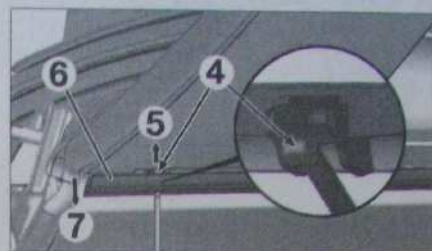

Fig. 118
- A l'aide d'un petit tournevis plat, dégrafer l'agrafe (4) vers le haut en suivant la flèche (5) (Fig.118).
- Dégager l'extrémité du joint lève-vitre extérieur (6) en suivant la flèche (7).